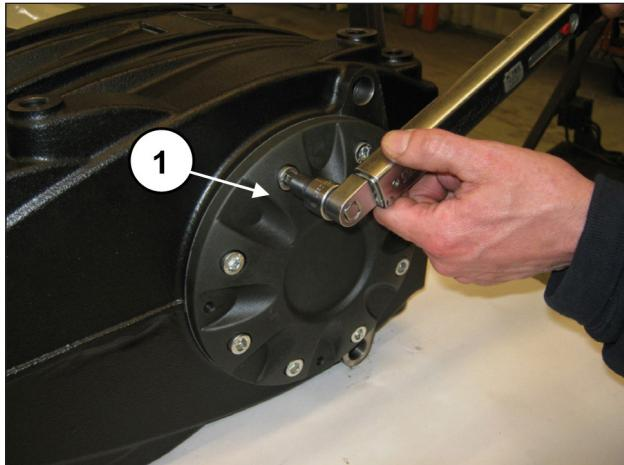

Fig. 60
Aperte os oito parafusos M10x30 (pos. ①, Fig. 60). Calibre os parafusos com chave dinamométrica, conforme indicado no capítulo 3.